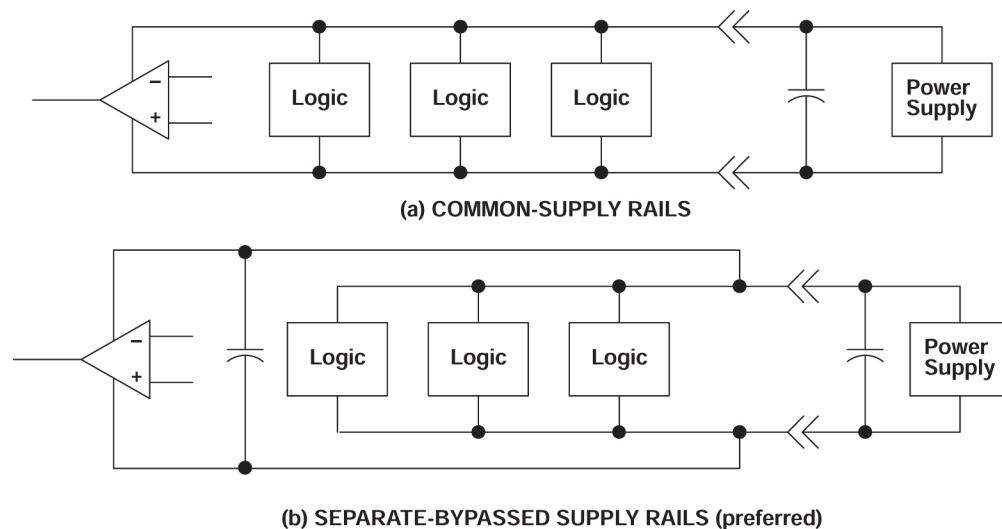

図 7-1. 共通電源レールと分離電源レールとの関係
- 個別のバイパスされた電源ラインからリニアデバイスに電力を供給します (図 7-1 を参照)。そうしないと、デジタルロジックの高いスイッチング電流により発生する電圧降下の結果、線形デバイス電源レールが変動する可能性があります。